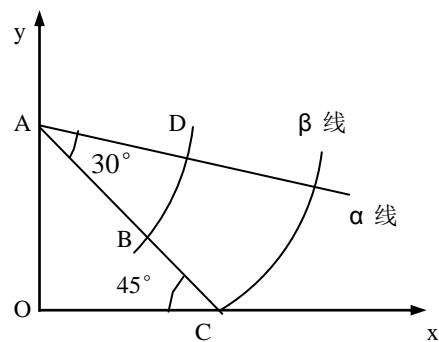

图3 已知的滑移线场
- 12 已知某滑移线场如图 3 所示，点 C 的等静压力为 900MPa，剪切屈服应力 $k=600\text{MPa}$ ，求点 B、D 的应力状态。
12 已知某滑移线场如图 3 所示，点 C 的等静压力为 900MPa，剪切屈服应力  $k = 600\text{MPa}$ ，求点 B、D 的应力状态。